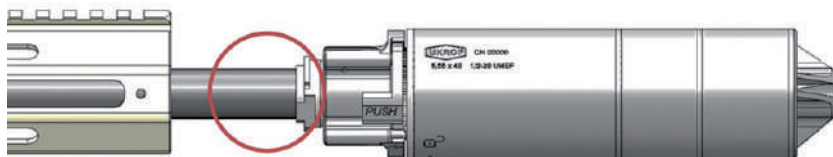

Рис. 115. Попереднє положення встановлення ПЗРЗП-Ш
3. Попередньо встановити ПЗРЗП-Ш на полум'ягасник (рис. 115).